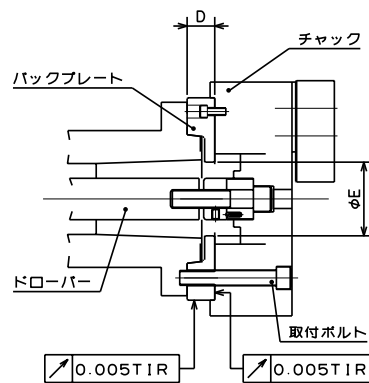

図 24
- チャックのプランジャストロークよりもシリンダストロークが長いシリンダと組み合わせて使用する場合、バックプレートの形状はプランジャを引いた時に、プランジャの端面がバックプレートに当たって止まるように図 24 の寸法φEを参照して設計すること。もし、プランジャがバックプレートにあたって止まる形状になっていないまま使用すると、チャックの破損の原因となる。